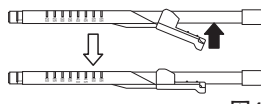

図4
2. シース先端をダイレクタ胴体部の目盛の0点のところにあわせ、シースコネクタをダイレクタ胴体部に嵌合させる。（図4）